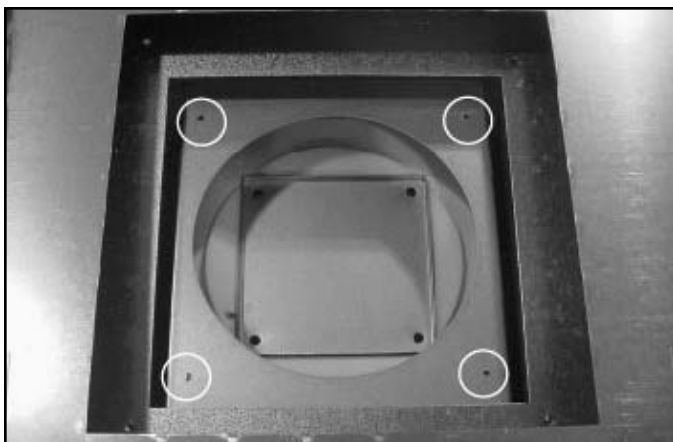

Figura 7.12 Placa de cobertura interior en la parte superior
- Coloque la placa de cobertura interior en la parte de arriba del aparato y asegúrela con cuatro tornillos. Vea la figura 7.12. ¡Asegúrese de que la placa de cobertura tiene el aislamiento!